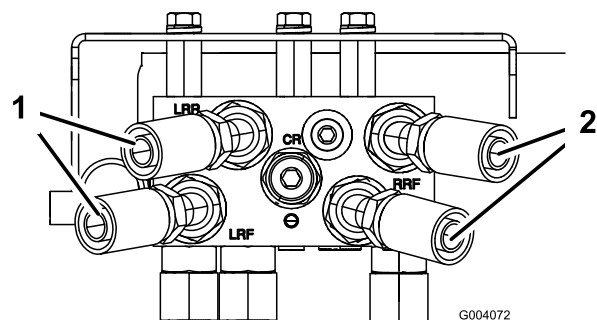

Рисунок 6
1. Наверните, не затягивая, 45-градусный штуцер каждого гидравлического шланга на прямые штуцеры в задней части коллектора (Рисунок 6).